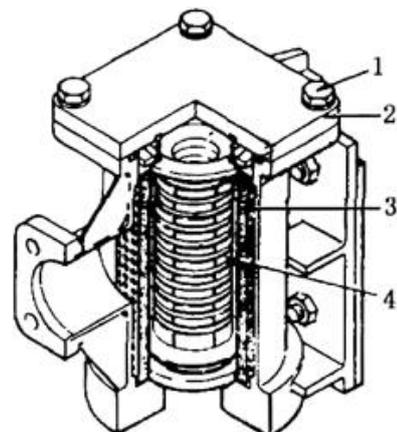

Рис. 6-22
1. Ослабить пробку сливного отверстия, слить масло и завернуть пробку. (См. Рис. 6-22)